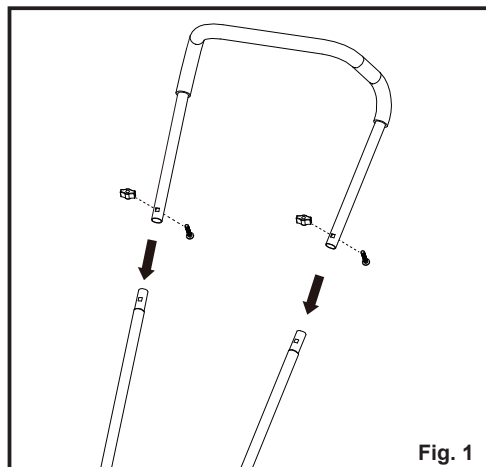

Fig. 1
- Fixez la poignée supérieure aux poignées centrales à l'aide de deux boulons et de deux boutons rotatifs (Fig. 1).